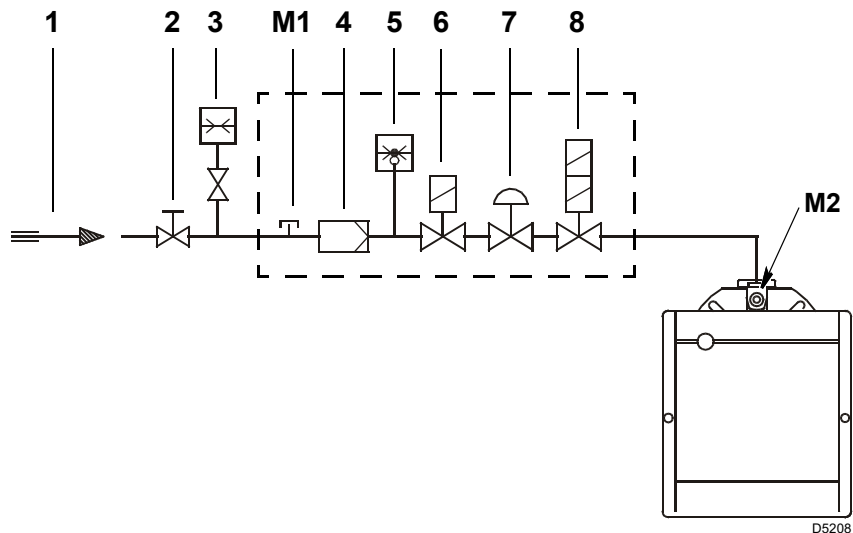

Fig. 16
Legenda (Fig. 16)
Pressione del gas misurata alla presa M2)(Fig. 16 a pag. 19), con:
- sottrarre dalla pressione del gas alla presa M2)(Fig. 16 a pag. 19) la pressione in camera di combustione.
Pressione del gas alla presa M2)(Fig. 16) = 10 mbar
Per conoscere invece la pressione del gas necessaria alla presa M2)(Fig. 16 a pag. 19), fissata la potenza massima di modulazione alla quale si desidera funzioni il bruciatore:
- Leggere sulla destra, colonna 1, la pressione alla presa M2)(Fig. 16 a pag. 19).